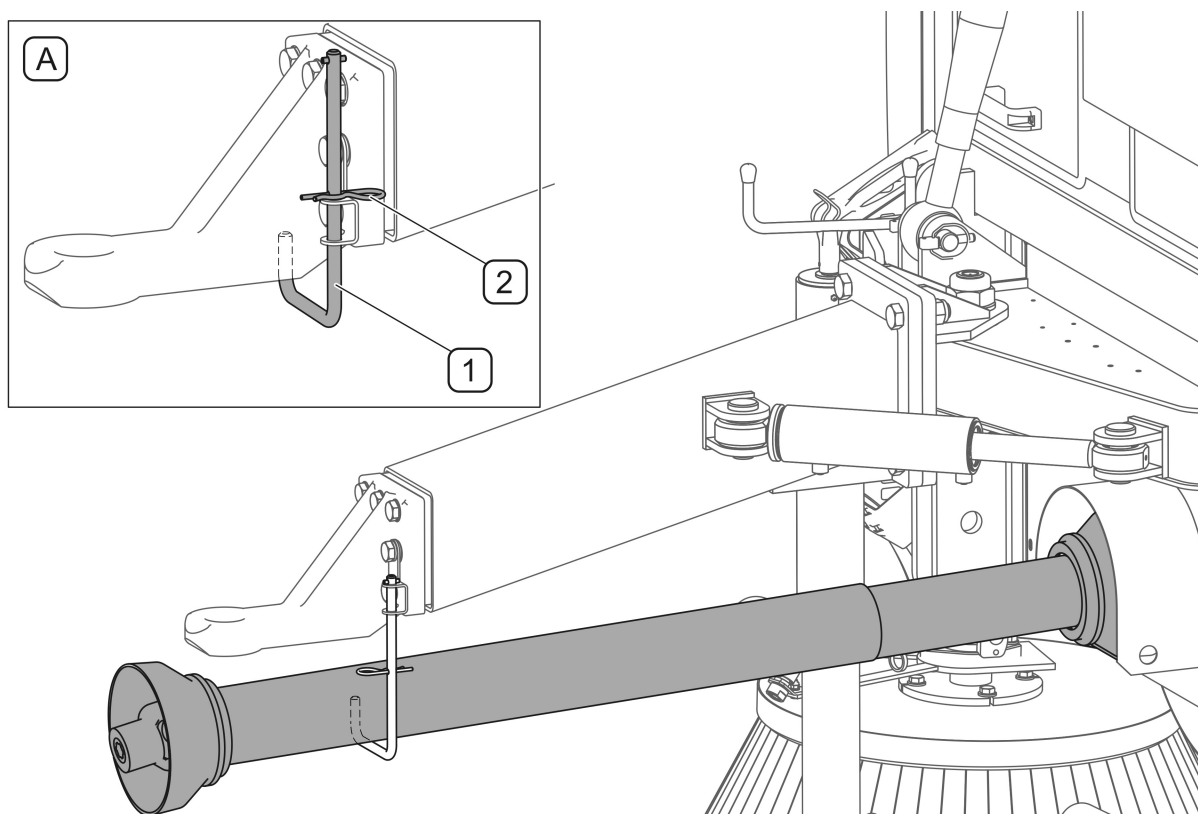

РИСУНОК 4.17 Кронштейн шарнірно-телескопічного вала
- Від'єднати шарнірно-телескопічний вал і повісити на кронштейні (РИСУНОК 4.17)